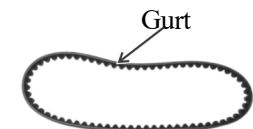

Abbildung 26
- Reinigen Sie das Innere des Gehäusedeckels, überprüfen Sie den Antriebsriemen auf Risse oder Beschädigungen und ersetzen Sie ihn gegebenenfalls (Abb. 26).
- Überprüfen Sie die Kupplungsrollen (1) und ersetzen Sie den kompletten Satz, wenn sie zu stark verschlissen sind.